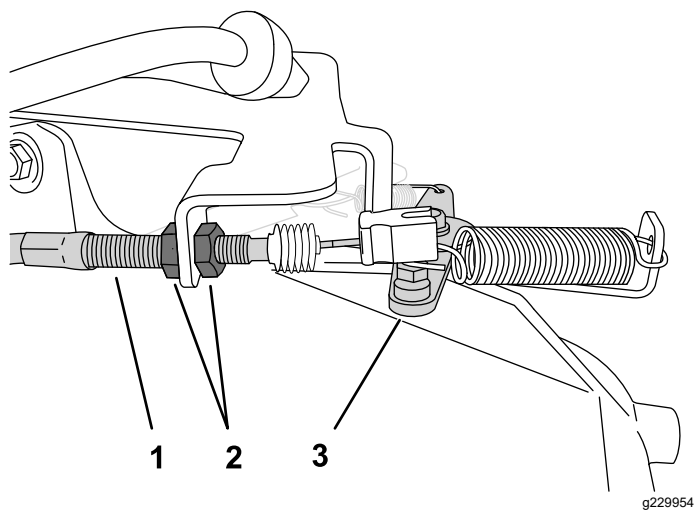

Figure 41
2. Sur la gaine du câble d'accélérateur, desserrez l'écrou de blocage avant et serrez l'écrou de blocage arrière pour augmenter le ralenti (Figure 41).